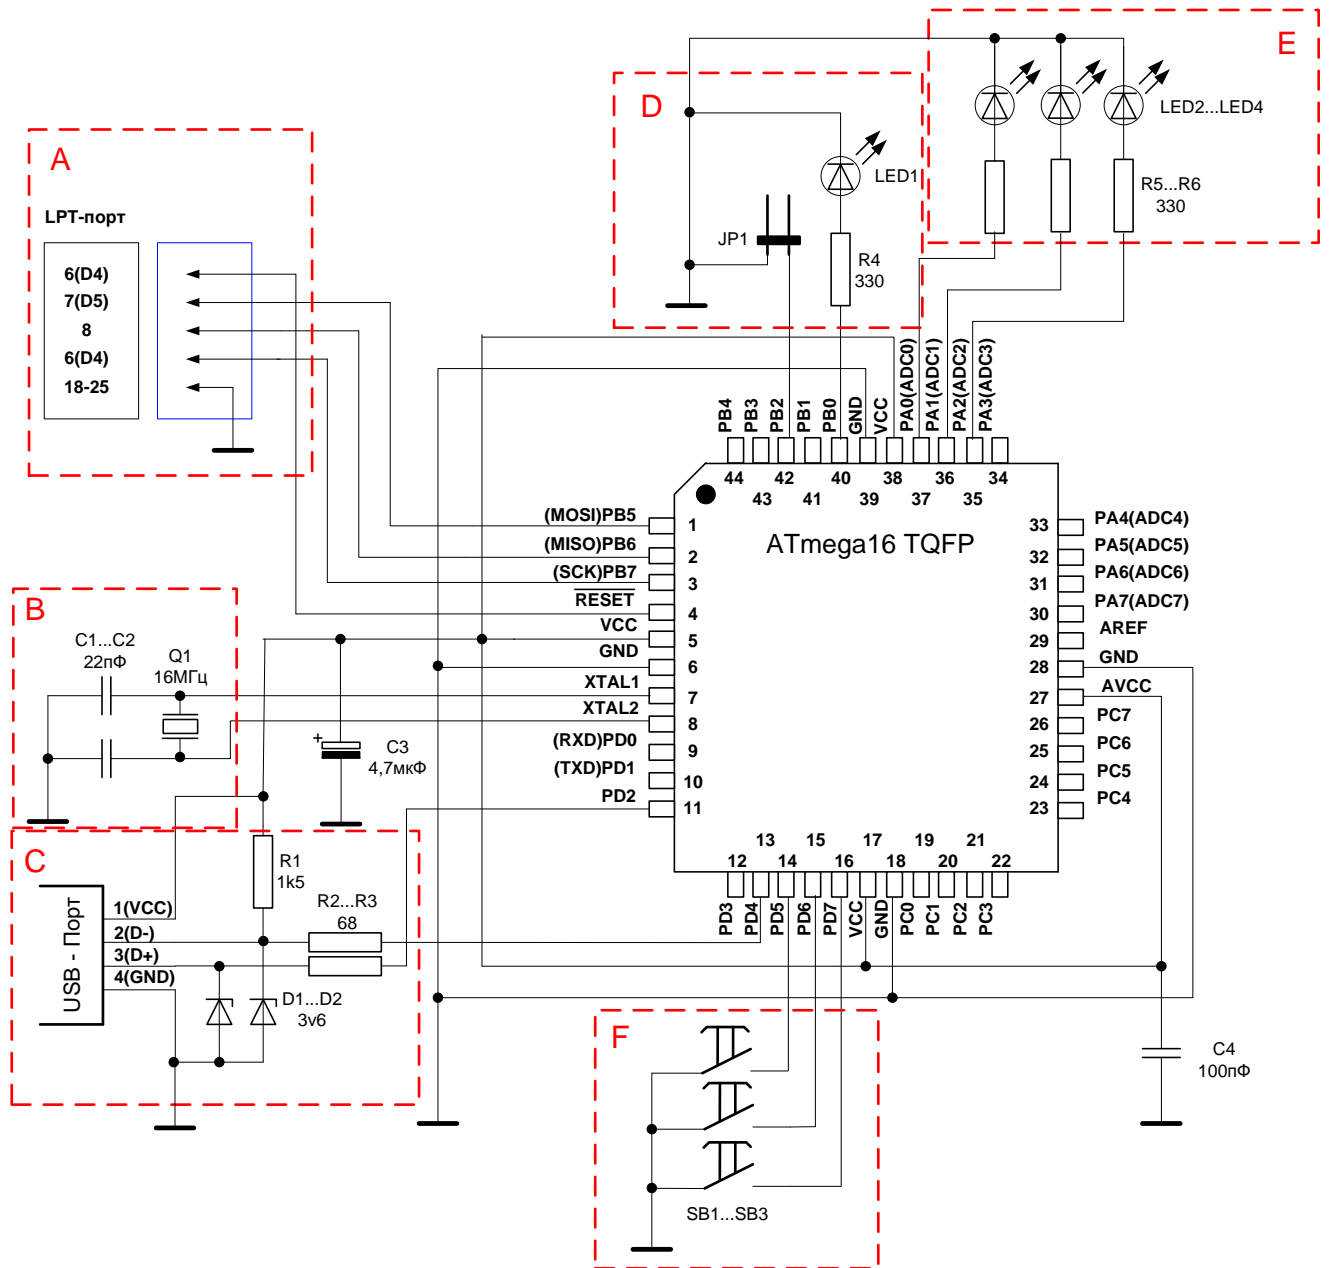

Рисунок 2.1 – Схема макета
Для цього необхідно налаштувати макет так, як наведено на рис. 2.1.
Вважаємо, що до виводу PA2 підключено кнопку, а до виводу PA4 - світлодіод за стандартними схемами, аналогічно наведеним на рис. 2.1.
6. Поясніть особливості підключення кнопок за рис. 2.1